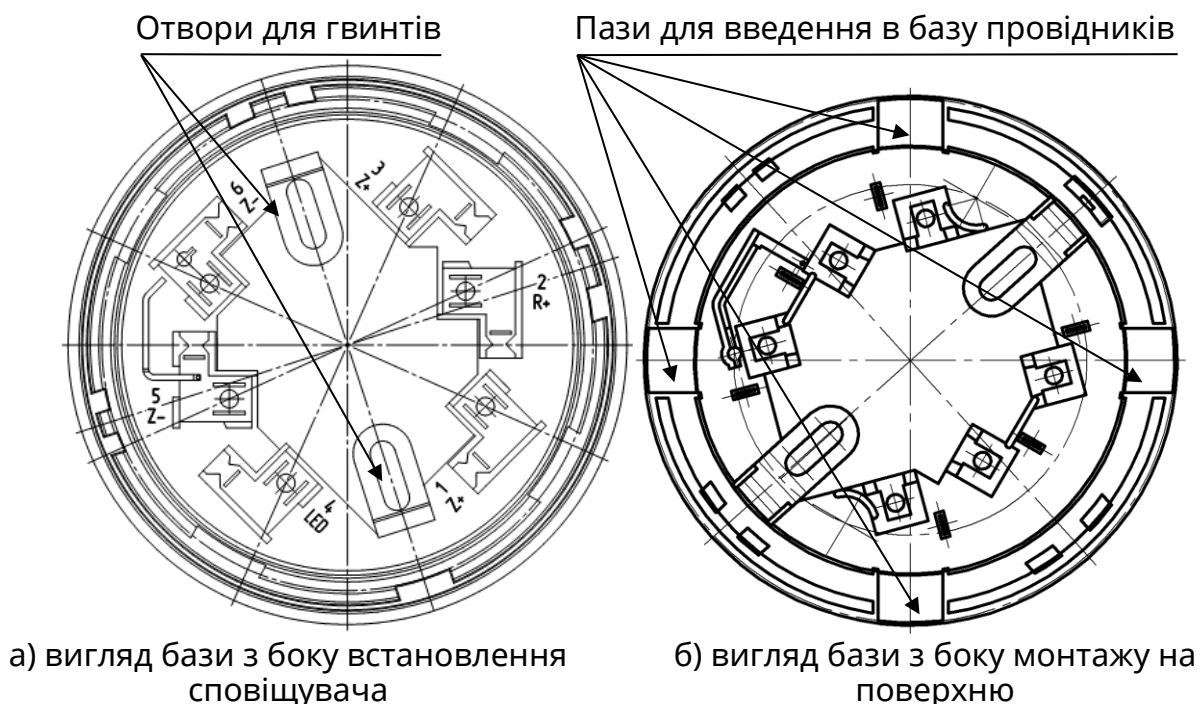
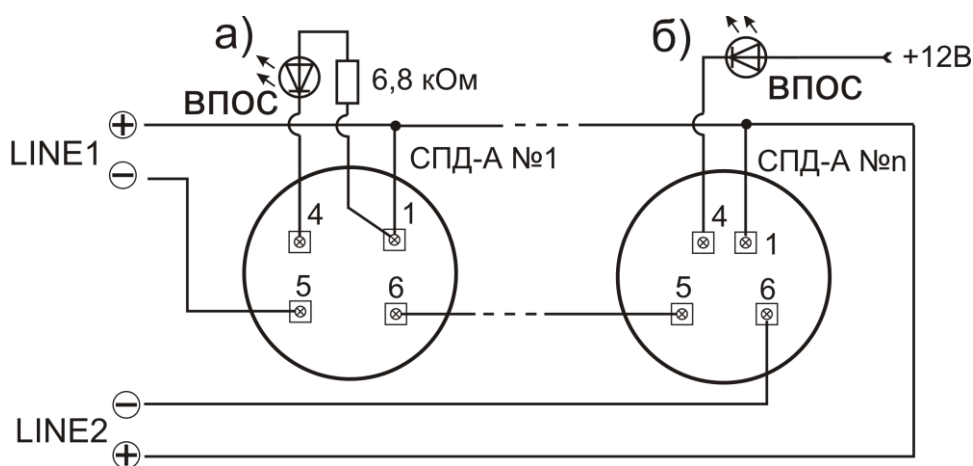

Рисунок 1 – База сповіщувача
Рисунок 2 – Підключення сповіщувачів до кільцевого ША: а) живлення ВПОС від ША, використовується контакт 1; б) живлення ВПОС від джерела 12 В
4.1 Сповіщувач комплектується базою (рисунок 1). Для приєднання сповіщувача до бази, необхідно встановити сповіщувач на базу, з невеликим зусиллям притиснути до бази, повернути за годинниковою стрілкою і після просідання в базі довернути до упору. Для від'єднання від бази повторити дії в зворотному порядку.
4.5 Якщо в одному сповіщувачі в кільцевому ША (рис. 2) спрацює ізолятор короткого замикання, то працездатність усіх адресних компонентів, підключених до ША, зберігається.
5.1 Для встановлення сповіщувача необхідно базу від'єднати від сповіщувача (рисунок 1), й закріпити її на стелі приміщення за допомогою дюбелів або гвинтів. Провідники в базу заводять через спеціальні пази. **Перед введенням провідників в базу необхідно обов'язково зняти зовнішню ізоляцію. Не допускаються перекося та деформування бази. Не допускаються перекося сповіщувача в базі.** Монтування бази сповіщувача проводити лише на **плоску поверхню**, для запобігання перекосям при затягуванні гвинтів. У випадку коли це неможливо, необхідно встановлювати базу на плоску підставку.
5.3 Підключення сповіщувачів необхідно виконувати згідно схеми, наведеної на рис. 2. Призначення контактів на рис. 2 (в дужках вказано позначення контактів на базі, рис.1):